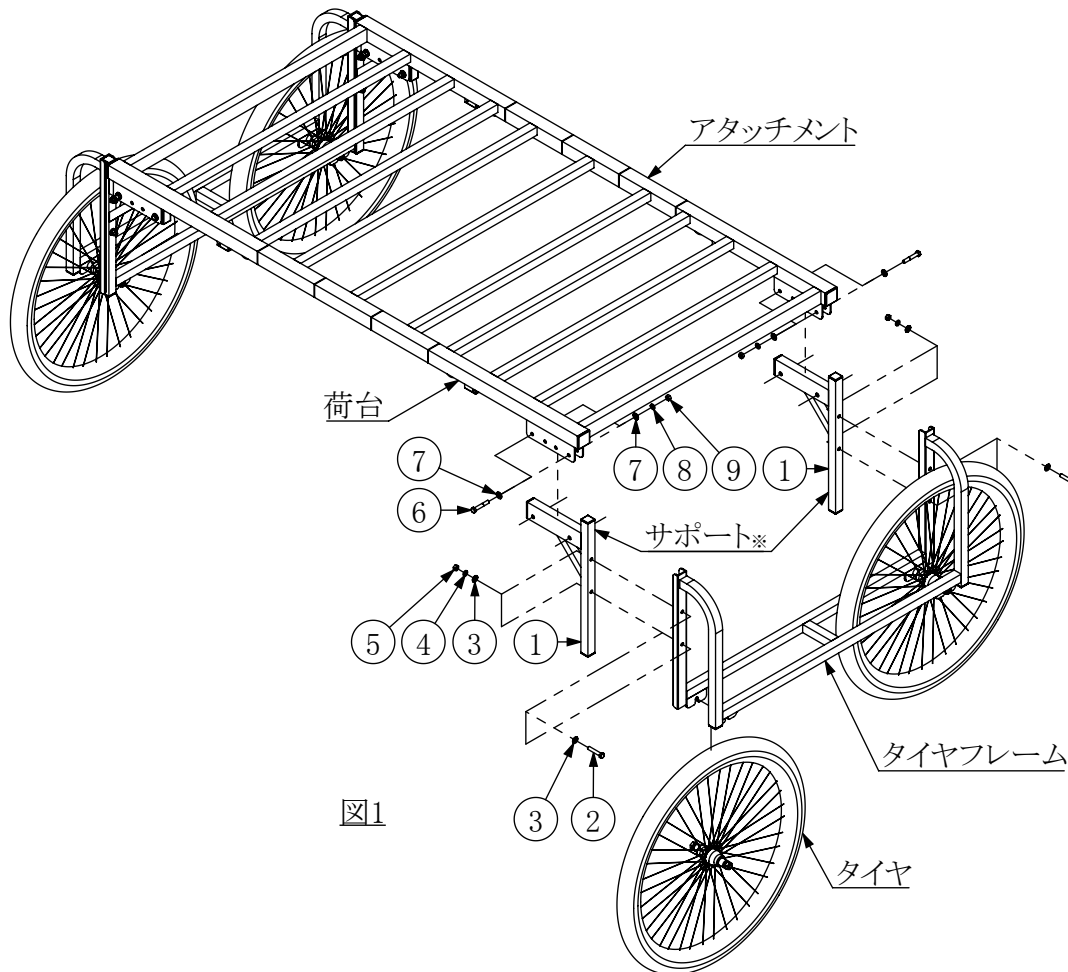
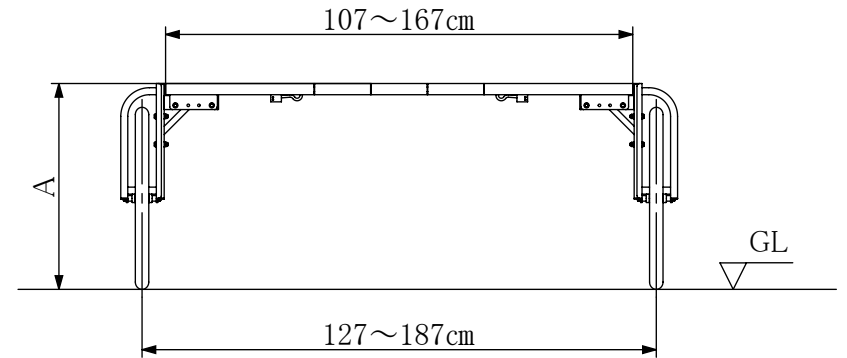

図1
図2
- ・図1(図はRA-200を表しています)を参考に楽太郎のサポートを中床用サポートに交換してください。
- ・表1の部品⑥~⑨は楽太郎で使用している部品です。本製品には付属していません。
2. 楽太郎荷台に、①中床用サポート※を⑥⑦⑧⑨のボルト類で取り付けます。
3. 中床用サポート※にタイヤフレームを②③④⑤のボルト類を使い取り付けます。(取り付けの際、楽太郎に取り付いていた"補強金具"は不要です。)
- 図2は中床部品取り付け済み楽太郎の寸法図です。"A"荷台高さはRA-100(N)で約66cm、RA-200(N)で約74cmです。